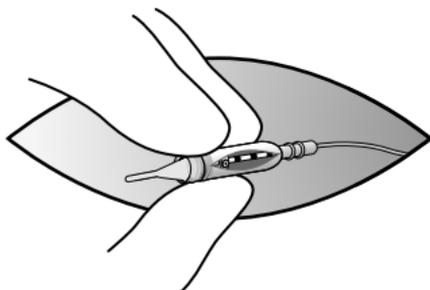

Figura 23. Segurar o bloco de ligação dos parafusos de fixação entre o polegar e dois dedos
5. Segure o bloco de ligação dos parafusos de fixação firmemente entre o polegar e dois dedos para impedir a rotação do mesmo (Figura 23).